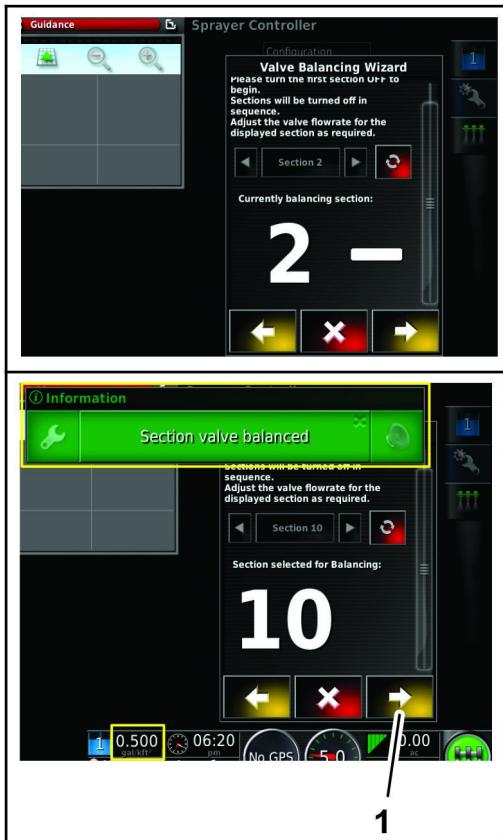

图 59
6. 对 2 至 10 号阀门重复步骤 4 和 5 图 59。